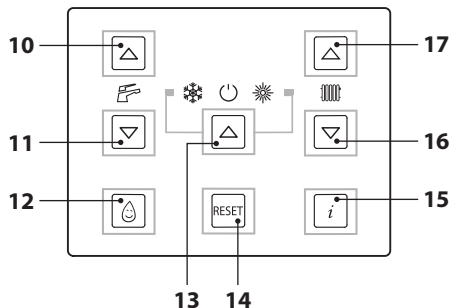

Рисунок 2.3
- Нажать и удерживать в течение 2 секунд кнопку 13, пока на дисплее не появятся символы и (Рисунок 2.3).